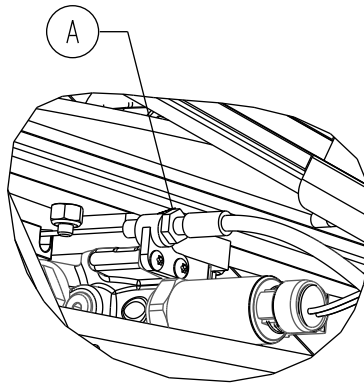

Figure 31 – Desserrer l'écrou de verrouillage du câble de déblocage manuel
5. À l'aide d'une clé mixte de 10 mm, desserrer l'écrou de verrouillage du câble de déblocage manuel (A) (Figure 31).